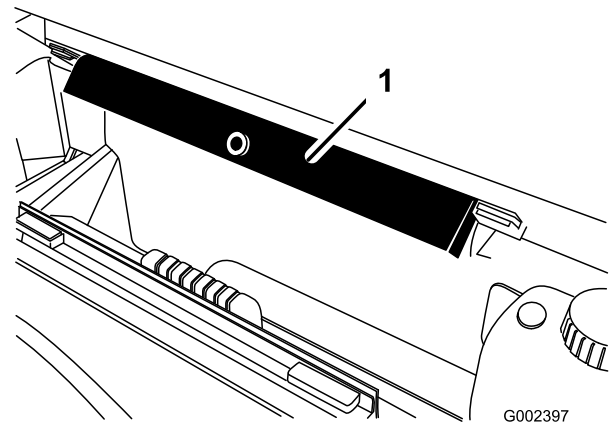

Figure 99
8. Sortez la béquille de sécurité des supports de rangement au dos du panneau du système ROPS (Figure 99).